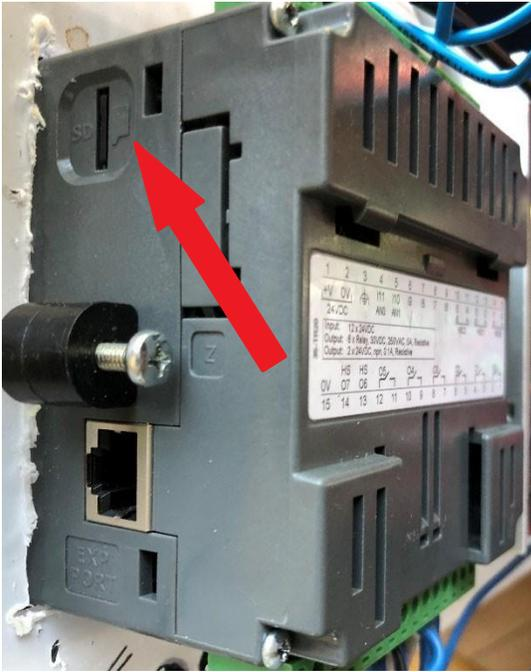

Figura 5-7: Tarjeta microSD insertada
2. Retire la tarjeta microSD del dispositivo de almacenamiento de respaldo simplemente presionando hacia adentro la tarjeta microSD y liberándola. **Vea la Figura 5-7** con la tarjeta microSD insertada completamente y la **Figura 5-8** con la tarjeta microSD parcialmente expulsada.